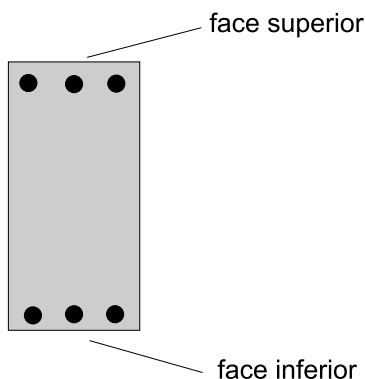

Figura 3 - Distribuição das armaduras na seção transversal da viga.
- c) considerando que as áreas necessárias das armaduras para os momentos fletores calculados no item anterior são $A_s = 8,55 \text{ cm}^2$ (momento máximo positivo) e $A_s = 3,72 \text{ cm}^2$ (momento máximo negativo), indique quais destes valores correspondem, respectivamente, à face superior e à face inferior da seção indicada na Figura 3. (valor: 3,0 pontos)